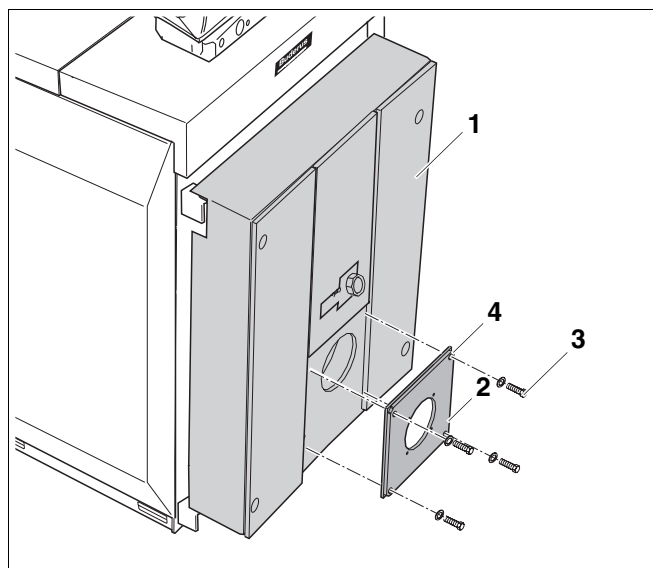

Fig. 46 Montage de la plaque de brûleur
- Fixer la plaque du brûleur (fig. 46, **pos. 2**) sur la porte du brûleur (fig. 46, **pos. 1**) avec des vis à tête hexagonale et des rondelles plates (fig. 46, **pos. 3**) (étanchéification avec joint).